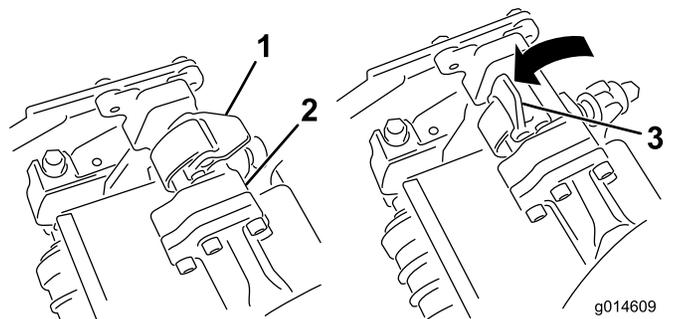
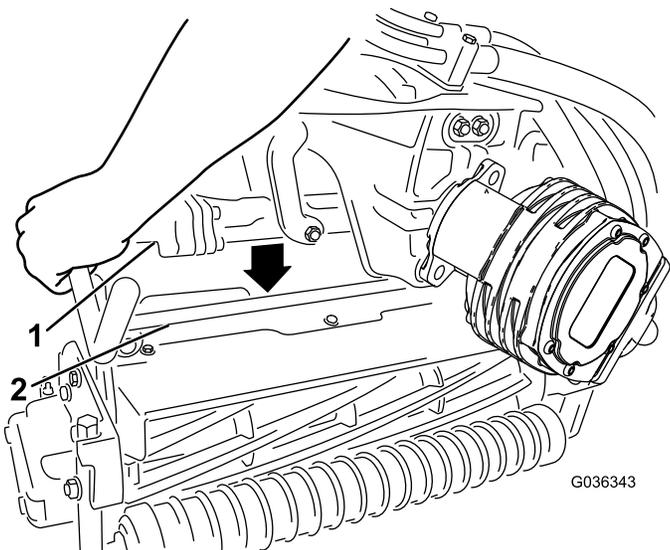

图51
图52
4. 当悬挂臂杆上的门锁指向上方即打开时 图51 向下压悬挂臂使悬挂臂杆与滚刀组上方的支架相契合 图52。
5. 向下并绕着滚刀组横杆关闭门锁将它们锁定到位 图51。
5. 打开您正在拆下的滚刀组悬挂臂上的门锁 图51。